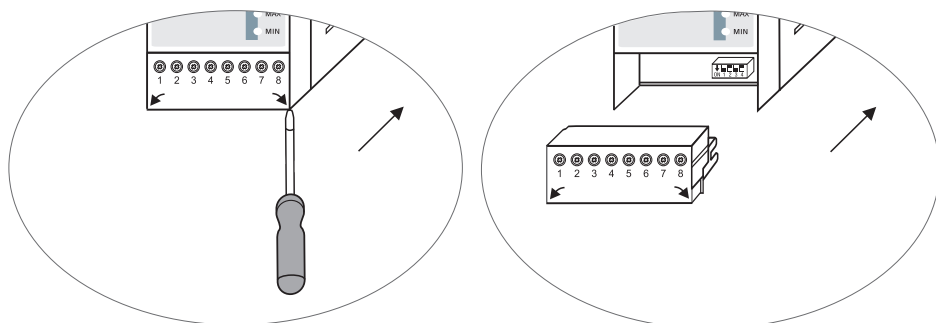

Fig. 9
- Retirer les borniers supérieur et inférieur. **Fig. 9**